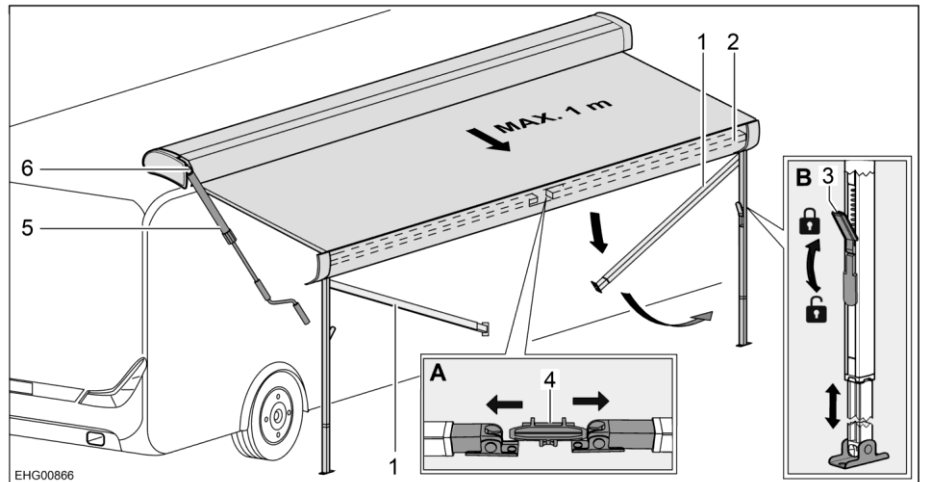

Fig. 49 Colocar los pies de apoyo
- Separar los pies de apoyo (Fig. 49,1) del soporte (Fig. 49,4) en el listón frontal (Fig. 49,2). Para ello, empujar los pies de apoyo ligeramente hacia fuera (Fig. 49,A).
- Soltar los bloqueos (Fig. 49,3) de los pies de apoyo. Para ello, plegar hacia abajo la palanca de bloqueo.
- Extraer la parte inferior de los pies de apoyo a la longitud deseada (Fig. 49,B).
- Cerrar los bloqueos (Fig. 49,3) de los pies de apoyo. Para ello, plegar hacia arriba la palanca de bloqueo.
- Si es necesario, limpiar los pies de apoyo (Fig. 49,1).
- Abrir los bloqueos (Fig. 49,3) de los pies de apoyo. Para ello, plegar hacia abajo la palanca de bloqueo.
- Encajar la manivela (Fig. 49,5) en el enganche de bayoneta (Fig. 49,6).